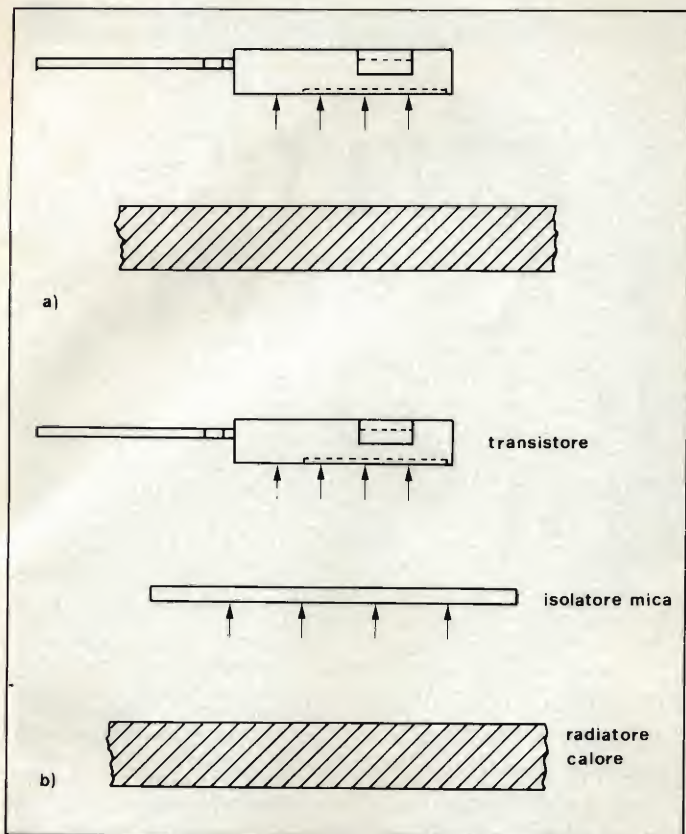

Fig. 4 - Come va applicato il compound. a) fissaggio non isolato. b) fissaggio isolato.
**Fig. 4 - L'esatto valore di una resistenza formata sul substrato si ottiene mediante un raggio laser che elimina il materiale resistivo a poco a poco fino a fare assumere a quest'ultimo il valore di resistenza desiderato con tolleranze di  $\pm 0.05\%$  (film sottile) e  $\pm 0,5$  (film spesso). In questa fotografia si vedono le sonde che in sede di controllo verificano il valore di resistenza desiderato.**